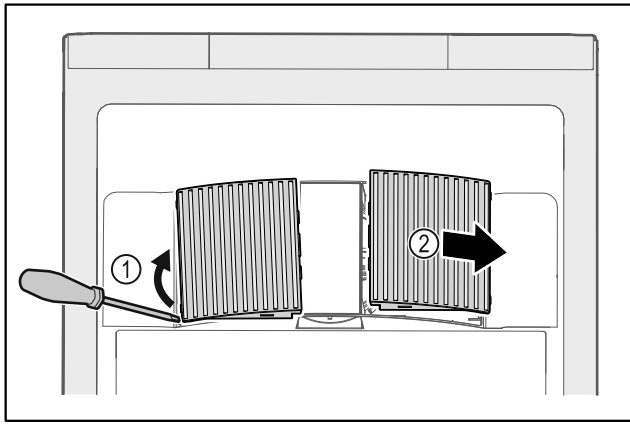

Fig. 173
- ▶ Extraire par un mouvement de levier les caches latéraux Fig. 173 (1) vers l'avant Fig. 173 (2).